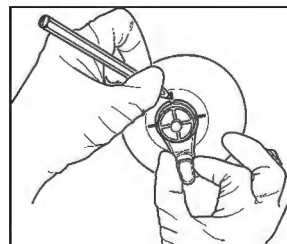

Abbildung 4
6. Wie in Abbildung 4 dargestellt, markieren Sie – bei zentrierter Sanduhr des ELD über der Injektionsstelle des Gewebeexpanders – mit einem Stift jeweils eine Markierung in jeder der vier Kerben entlang des vorderen Umfangs des ELD-Halters.